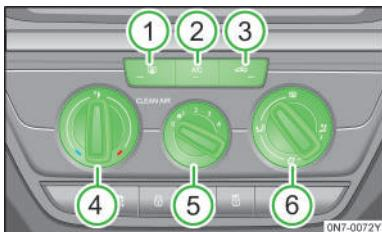

图 101
- 按压空气内/外循环调节按钮 **[3]** » 图 101，即可打开空气内循环模式。再次按压 » 图 101 切换至空气外循环模式。